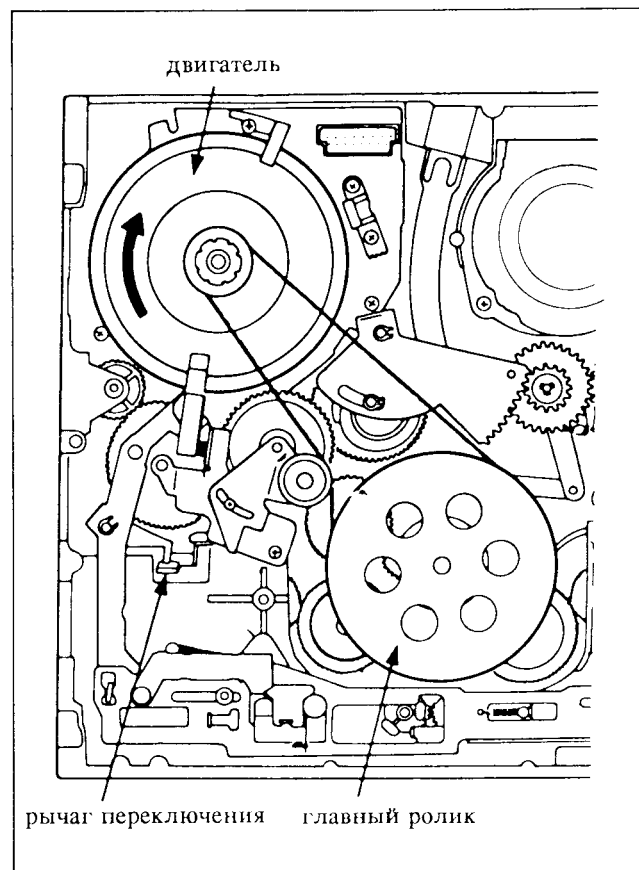

Рис. D9:
Сдвинуть блок держателя кассеты до появления 2 винтов (O), повернув по часовой стрелке блок двигателя (расположенный в нижней части, как показано на рис. D9) и отвинтить 2 винта (O).